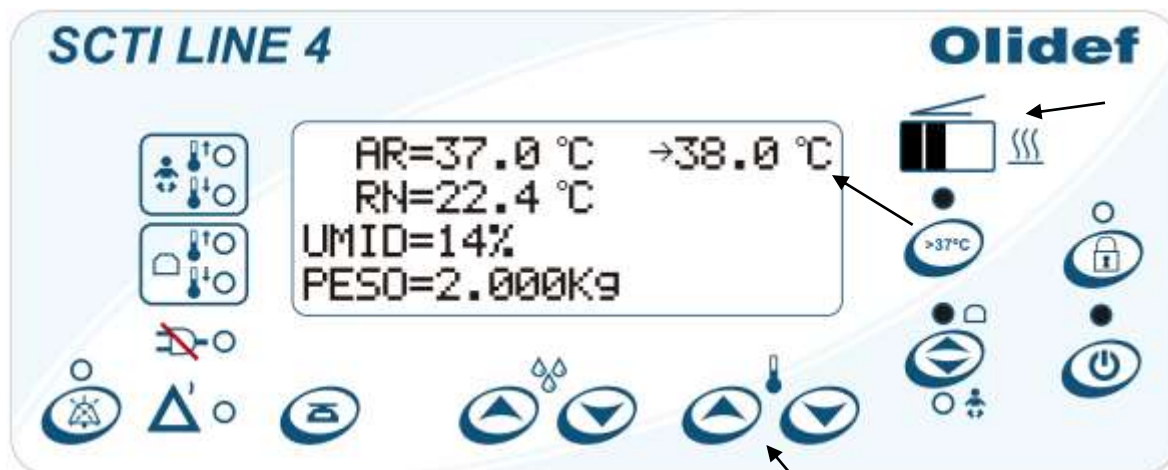

Figura 115 – Set point da temperatura do AR acima 37°C
- No painel há um indicador proporcional de aquecimento, conforme figura 115.